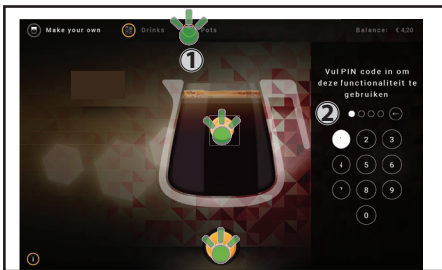

Abb. 4.9- "Kannen"
1. Tippen Sie auf das rechte Piktogramm "Kannen" **(1)** oben auf dem Touchscreen, wenn das Gerät im Ausgabemodus ist (Abb. 4.9).